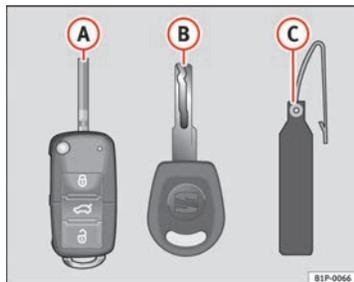

Fig. 63 Jogo de chaves
- uma chave com comando à distância => Fig. 63 A com palhetão dobrável,